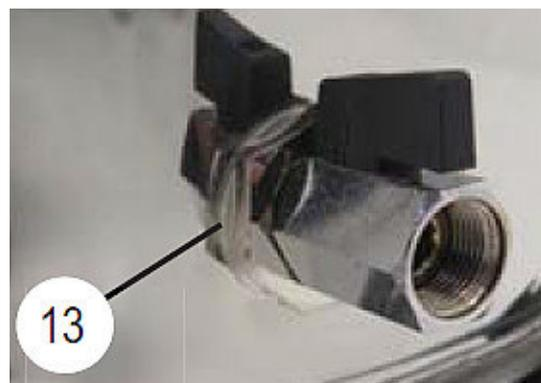

Abb. 13: Ablasshahn
Schritt 2: Leeren Sie den Tank durch den Ablasshahn (Abb. 13).